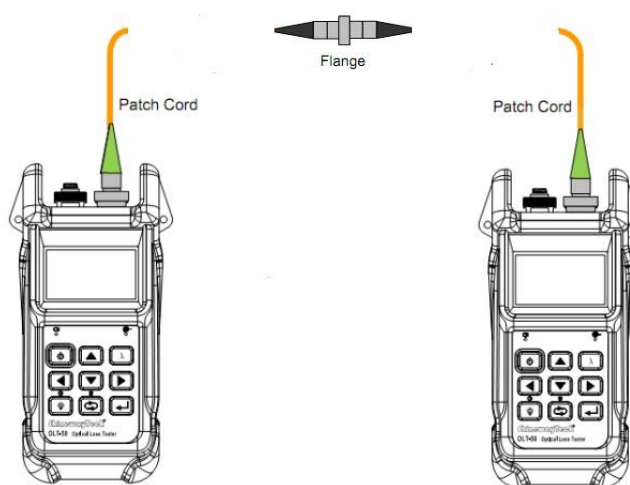

Figura 3.20
4. Conecte el latiguillo de referencia: conecte un puerto OLT de una unidad a otro puerto OLT de otra unidad con dos latiguillos de referencia. Consulte la Figura 3.20.